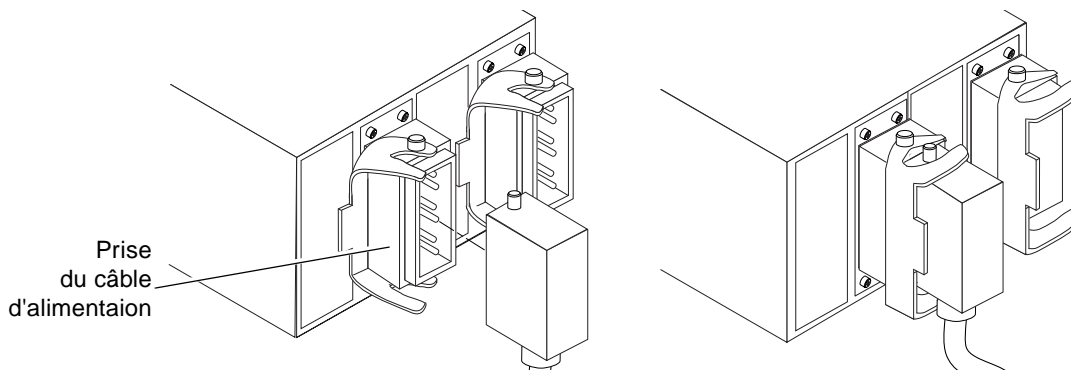

FIGURE 2-8 Connexion des câbles d'alimentation à l'unité RTS
7. Reliez le câble d'alimentation à l'unité RTS et bloquez le connecteur avec le dispositif de verrouillage (FIGURE 2-8).